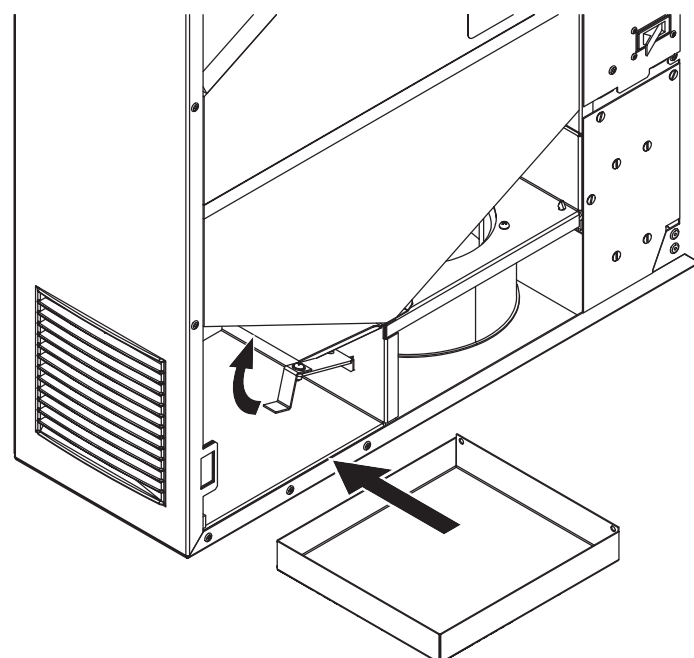

Рис. 18. Установка поддона
5. Вылейте воду из поддона и установите его на место предварительно подняв датчик уровня конденсата (рис. 18).